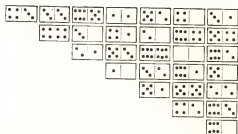
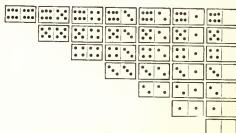

Рис. 1.
Рис. 2.
28 косточек домино тщательно перемешивают и закрытыми выкладывают косынку: в верхнем ряду — 7 косточек, в нижнем — 1. Затем все косточки открывают. Получается картина, изображенная на рисунке 1. Требуется переставить косточки, подчиняясь определенным правилам, так, чтобы из исходного (произвольного) положения рис. 1 прийти к конечному (упорядоченному) положению рис. 2.
2. В образовавшееся окно можно положить косточку из любого ряда при условии, если число очков на ней будет на единицу меньше числа очков на косточке, лежащей непосредственно сверху над окном. Например, вместо косточки 0—0 на рис. 1 можно положить либо 4—5, либо 6—3, так как над окном (0—0) вынута первым ходом) расположена косточка 6—4. Если над окном лежит 5—5, то в окно можно класть лишь одну косточку, а именно 5—4. Если над окном лежит 4—0, то положить в окно можно только 3—0 и т. д.